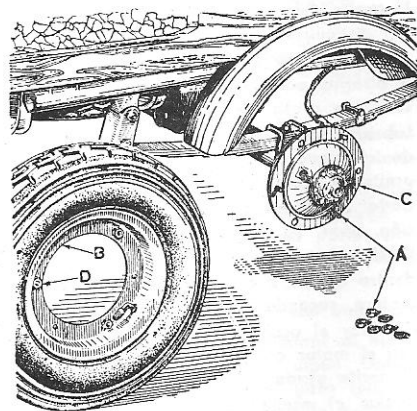

Fig. 7
Para desmontar las ruedas traseras (fig. 7) es suficiente destornillar las tres tuercas ciegas (A) que fijan la rueda (B) a la maza (C).
Para desmontar las cubiertas de las llantas, luego de haber desmontado las ruedas, destornillar las tres tuercas restantes (D - fig. 7) previo desinflado de las cámaras.